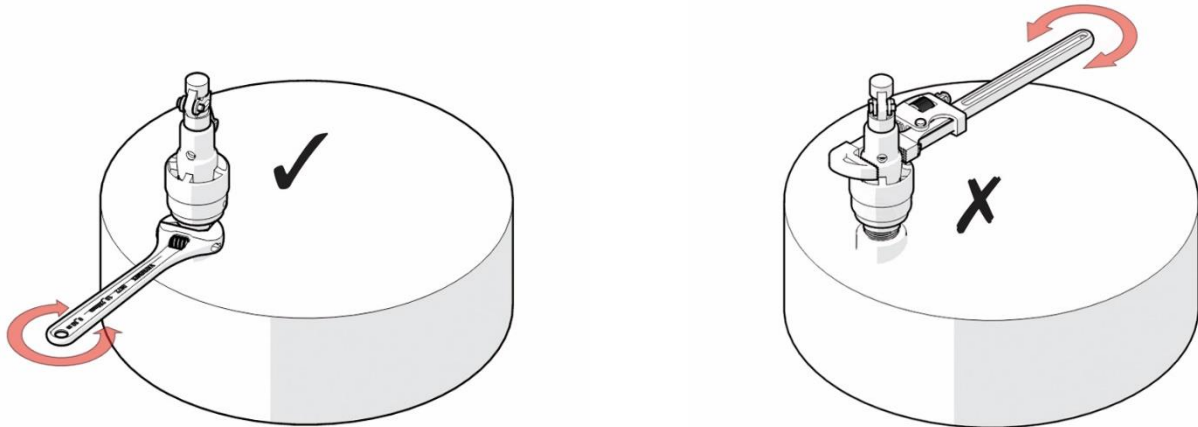

Fig. 6 Forma correcta de conectar/desconectar la válvula de seguridad
7. **Nunca apriete la válvula sujetándola del bonete o utilizando una llave stilson**, ya que puede causar daños severos a la válvula o desajustarla. (Fig. 6)
3. **Afloje la válvula sujetándola de los planos del cuerpo con una llave inglesa ajustable, no trate de aflojar la válvula sujetándola del bonete o con una llave stilson.** (Fig. 6)